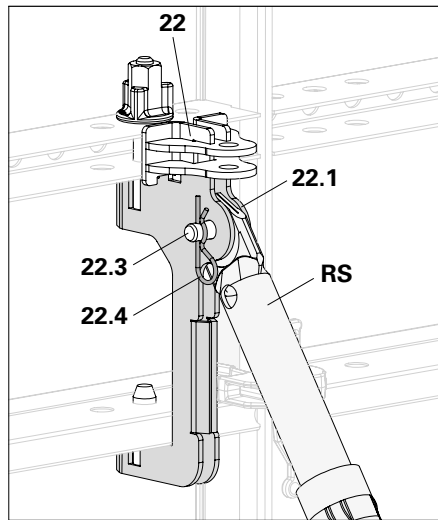

Fig. A6.03a
- Connecter l'étais tirant-poussant (RS) et les cosses de connexion (22.1) avec des boulons (22.3) et des goupilles de sécurité (22.4). (Fig. A6.03a)